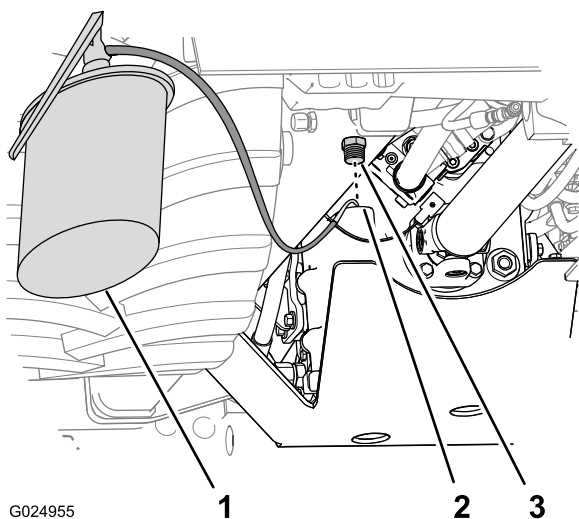

Figura 96
4. Llene la transmisión de aceite del tipo especificado a través del orificio de llenado (Figura 96).